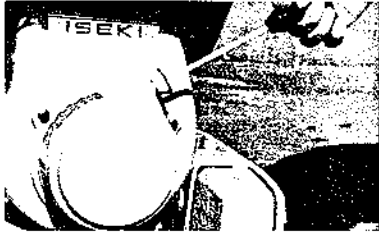

Fig. 13
- f) Tirer la corde de lanceur et démarrer le moteur. (Fig. 13)